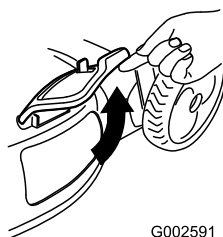

Figura 23
2. Levante la puerta de descarga lateral (Figura 23).